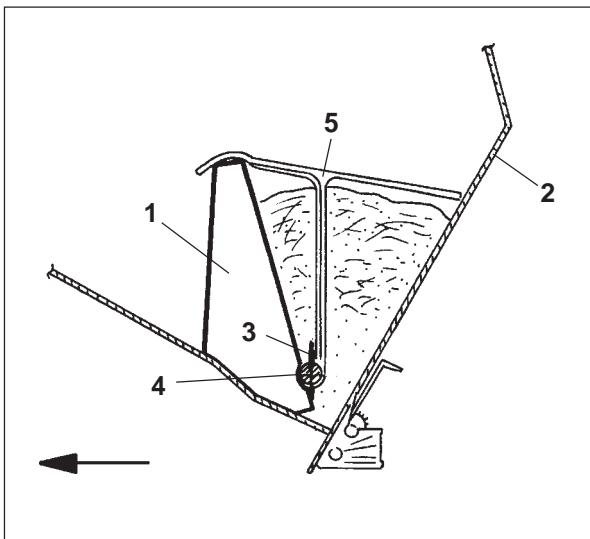

Рис. 16.1
Рапсовая вставка (Рис. 16.1/1) уменьшает вместимость семенного ящика (Рис. 16.1/2). Посевной материал высевается до ограниченного количества.
- Стрежня для перемешивания ворошильного вала выставлять вертикально (Рис. 16.1/3).
- Профилированные детали установки для рапса (Рис. 16.1/1) опираются на ворошильный вал (Рис. 16.1/4) и частично закреплены с помощью зажимов.